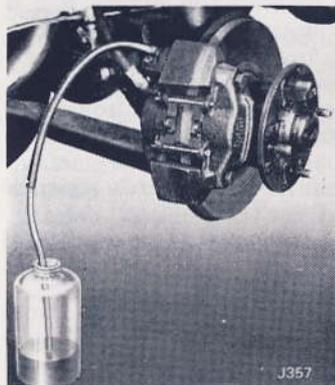

Fig. 89
1. Applicare un tubo di gomma con diametro interno di circa 6 mm ($\frac{1}{4}$ "") sulla vite di spurgo, immergendo l'estremità libera del tubo in un recipiente di vetro contenente un po' di liquido idraulico e mantenuto più basso della vite di spurgo. (Fig. 89).